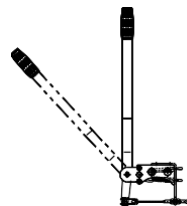

Figura 1-7 Manetă de viteză variabilă
- 1 **【Viteză mare】**: Dacă maneta de schimbare a vitezelor din Figura 1-7 se află în poziția indicată cu linie punctată, vehiculul se află într-o treaptă superioară de viteză și se deplasează mai repede.
- **【Viteză mică】**: Dacă maneta de schimbare a vitezelor din Figura 1-7 se află în poziția indicată cu linie continuă, vehiculul se află într-o treaptă inferioară de viteză și se deplasează mai încet, iar puterea crește; se recomandă atunci când vehiculul este încărcat sau condus în rampă.